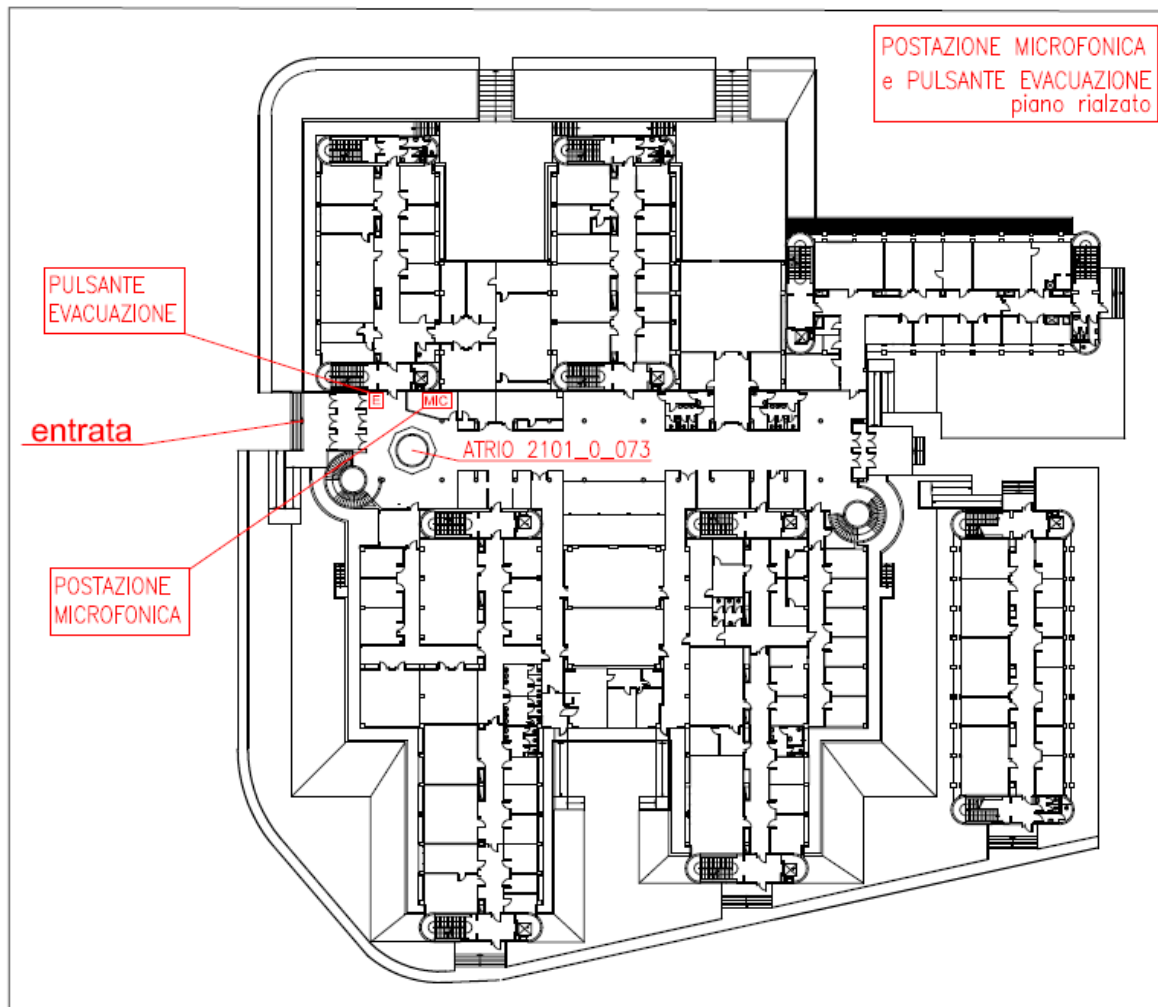

Figura 1.2 – Impianto diffusione sonora
Per la gestione dell'emergenza e dell'evacuazione è inoltre presente un impianto di diffusione sonora con altoparlanti la cui centrale di comando e postazione microfonica è collocata nella reception al piano terra (vedi p.to 3.3 – Figura 1.2); nell'atrio è presente anche un pulsante per l'attivazione del messaggio preregistrato di evacuazione.
1. ai Vigili del Fuoco (115)
- Valuta autonomamente l'opportunità di avviare il segnale di EVACUAZIONE della struttura (messaggio preregistrato) azionando il pulsante per l'evacuazione posto nell'atrio al piano rialzato (vedi p.to 3.3 – Figura 1.2);
- effettua la chiamata ai **Vigili del Fuoco (115)** e se necessario **dell'autoambulanza (118)**;
- ordina l'evacuazione dell'edificio (messaggio preregistrato) azionando il pulsante per l'evacuazione posto nell'atrio al piano rialzato (vedi p.to 3.3 – Figura 1.2);